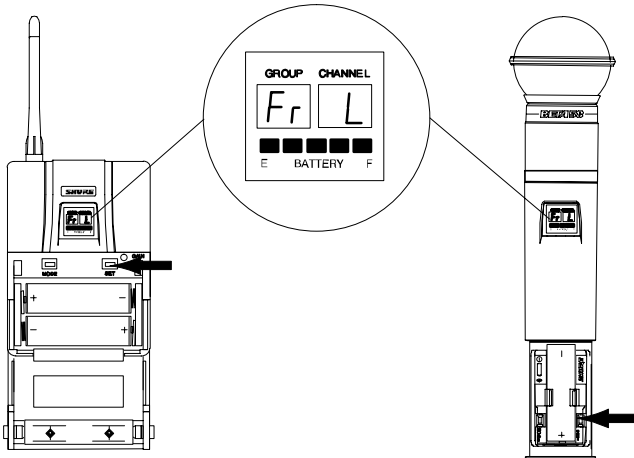

FIGURA 44
2. Vuelva a encender la unidad mientras se mantiene oprimido el botón de FIJACION hasta que el medidor de carga de las baterías se active. Al soltar el botón de FIJACION, la pantalla indica momentáneamente el mensaje “Fr L”, como se muestra en la Figura 44.